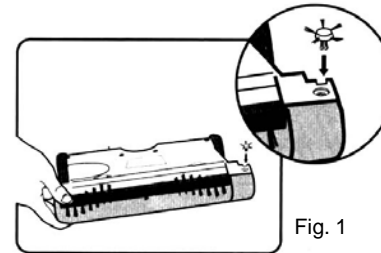

Fig. 1
1. In the event that the edging tool is not attached to the sweeper, insert the edging tool into the "square" hole under the bottom of the sweeper power head. Gently but firmly push until the edging tool locks into place. (Fig. 1)
2. Appuyez sur le commutateur pour mettre la balayeuse en marche. Pour l'éteindre, appuyez encore une fois sur le commutateur (fig. 1).